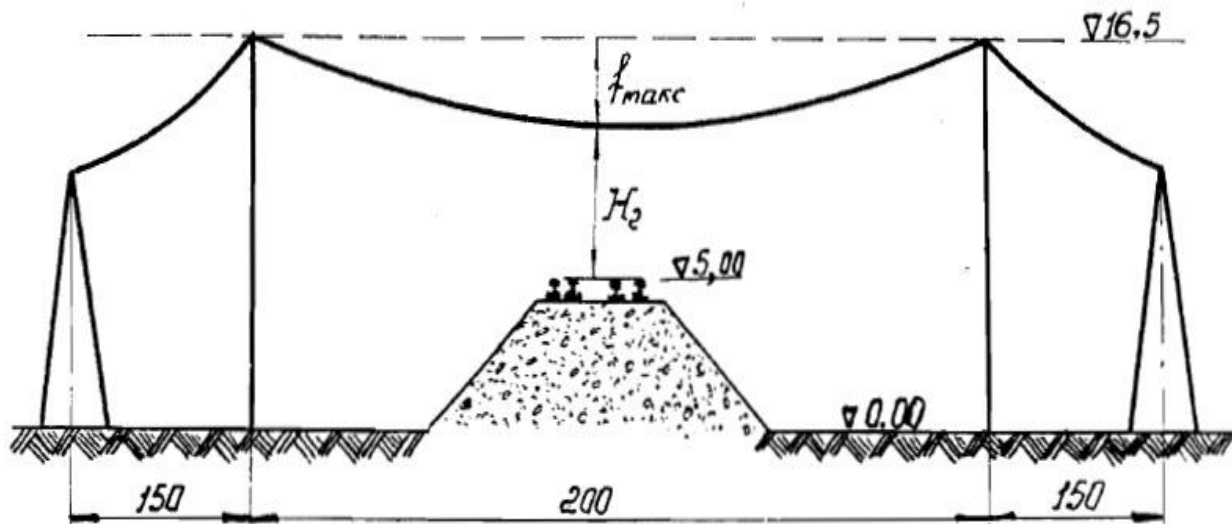

Рисунок 11 – Схема пересечения ВЛ 35 кВ с железной дорогой.
40. Проверить габарит при пересечении ВЛ 35 кВ с железной дорогой проводом АС 70. Размеры и отметки на рис. 11. Климатические условия: $P_H = 40$ кг/м², $C = 10$ мм, $t_{\text{макс.}} = + 30^\circ \text{C}$. Линия электропередачи обеспечивает электроснабжение потребителей от районной подстанции 35 кВ с двумя трансформаторами мощностью 2500 кВА каждый, $S = 5000$ кВА.